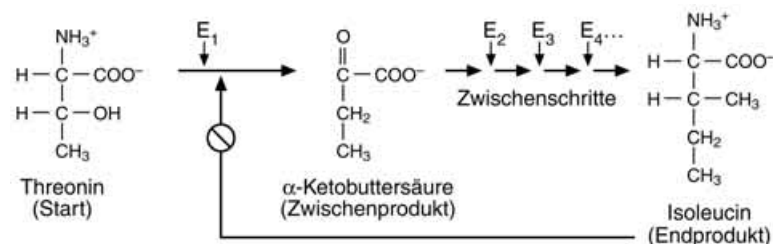

Abb. 3 Entstehung von Isoleucin
3. Die Umsetzung der Aminosäure Threonin zu Isoleucin erfolgt im tierischen Organismus über mehrere Zwischenprodukte (Abb. 3). Die Reaktionen werden von verschiedenen Enzymen katalysiert. Nach ausreichender Produktion von Isoleucin kommt die Reaktion zum Stillstand. Welcher Mechanismus ist dafür verantwortlich? Erklären Sie auch seine biologische Bedeutung.